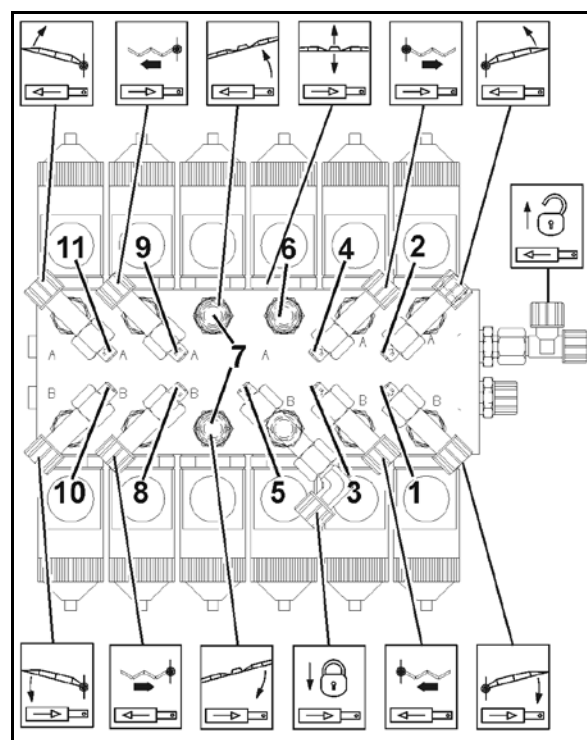

Fig. 171
Si ce n'est pas le cas, **déverrouillez** l'amortissement tri-directionnel, puis alignez la rampe dépliée en utilisant des contre-poids (Fig. 171/1) Fixez les contre-poids sur les bras en fonction des besoins.
1. Desserrez les vis (Fig. 171/2) de l'éclisse de fixation (Fig. 171/3) La mise en ligne s'opère directement sur les pièces plastiques (Fig. 171/4) en utilisant les trous oblongs des éclisses de fixation.
3. Serrez les vis (Fig. 171/2).